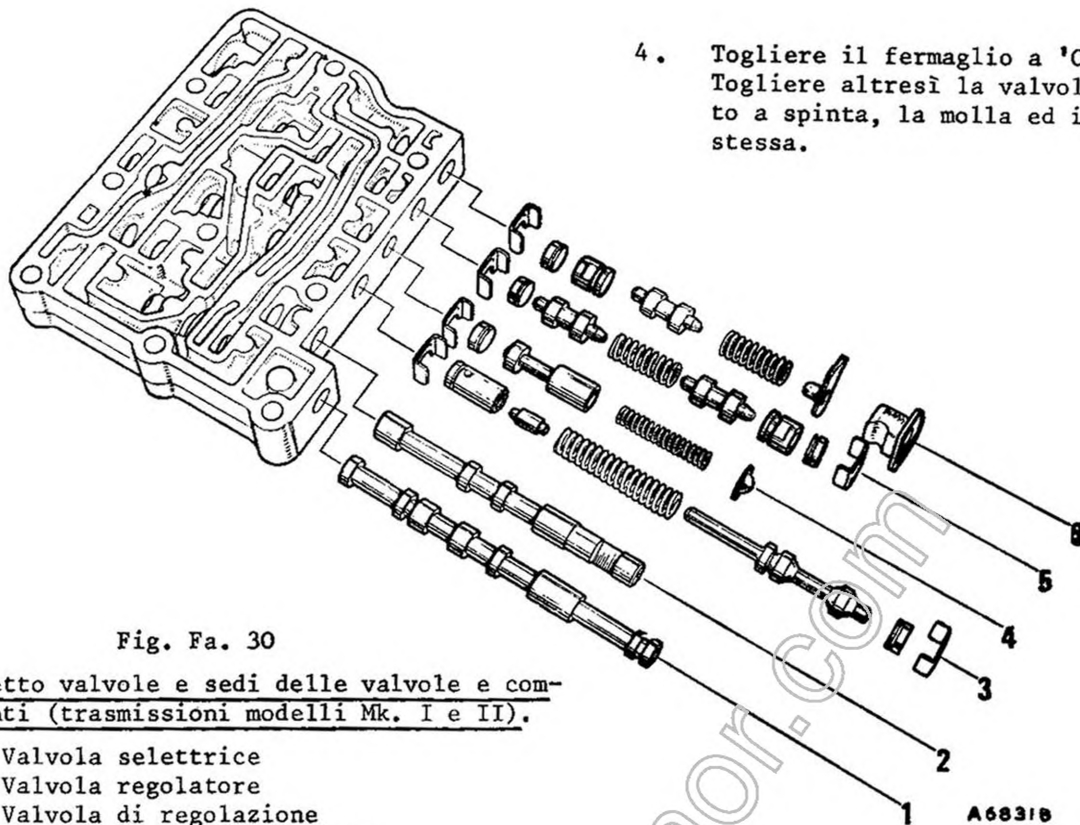
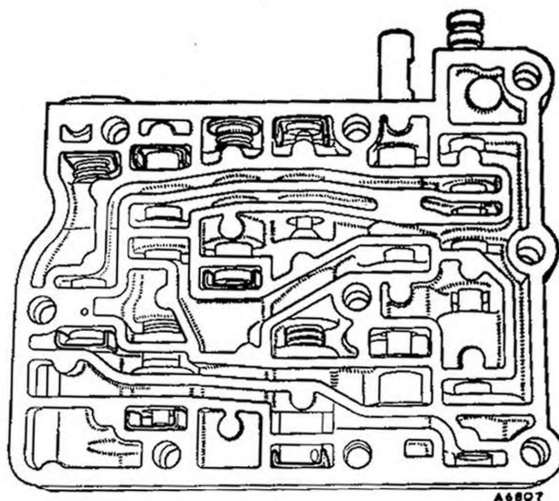

Fig. Fa. 30
Fig. Fa. 31
7. Rimontare ogni assieme di valvola nello ordine inverso di smontaggio (vedi figura Fa. 30 alla pagina precedente). Assicurarsi che i fermagli elastici a 'C' siano disposti nelle loro sedi sul cassetto valvole: lo stesso vale per i tappi (vedi Fig. Fa. 31 alla pagina precedente).